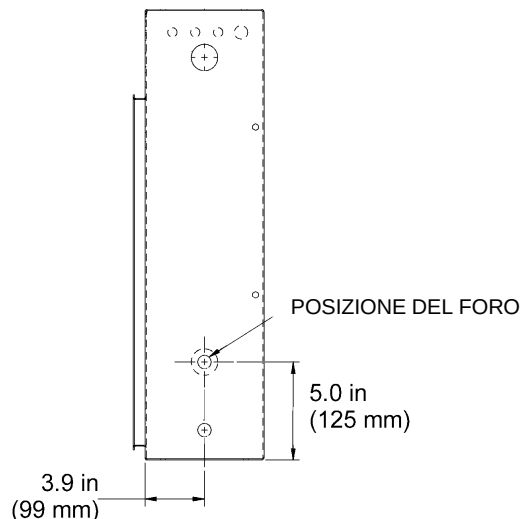

FIGURA 2.0-1 ALLOGGIAMENTO DEL DISPOSITIVO DI AVVIAMENTO (CON POSIZIONE DEL FORO PER IL SUPPORTO DELL'AVVISATORE ACUSTICO)
3. Praticare un foro di circa 22mm (7/8 in.) di diametro sul lato destro dell'alloggiamento del dispositivo di avviamento come indicato nella figura 2.0-1.